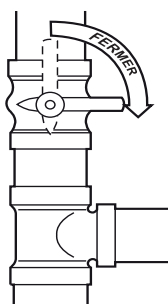

Fig. 8 – Robinet fermé
2. Fermez le robinet de gaz extérieur. Consultez la Fig. 8.